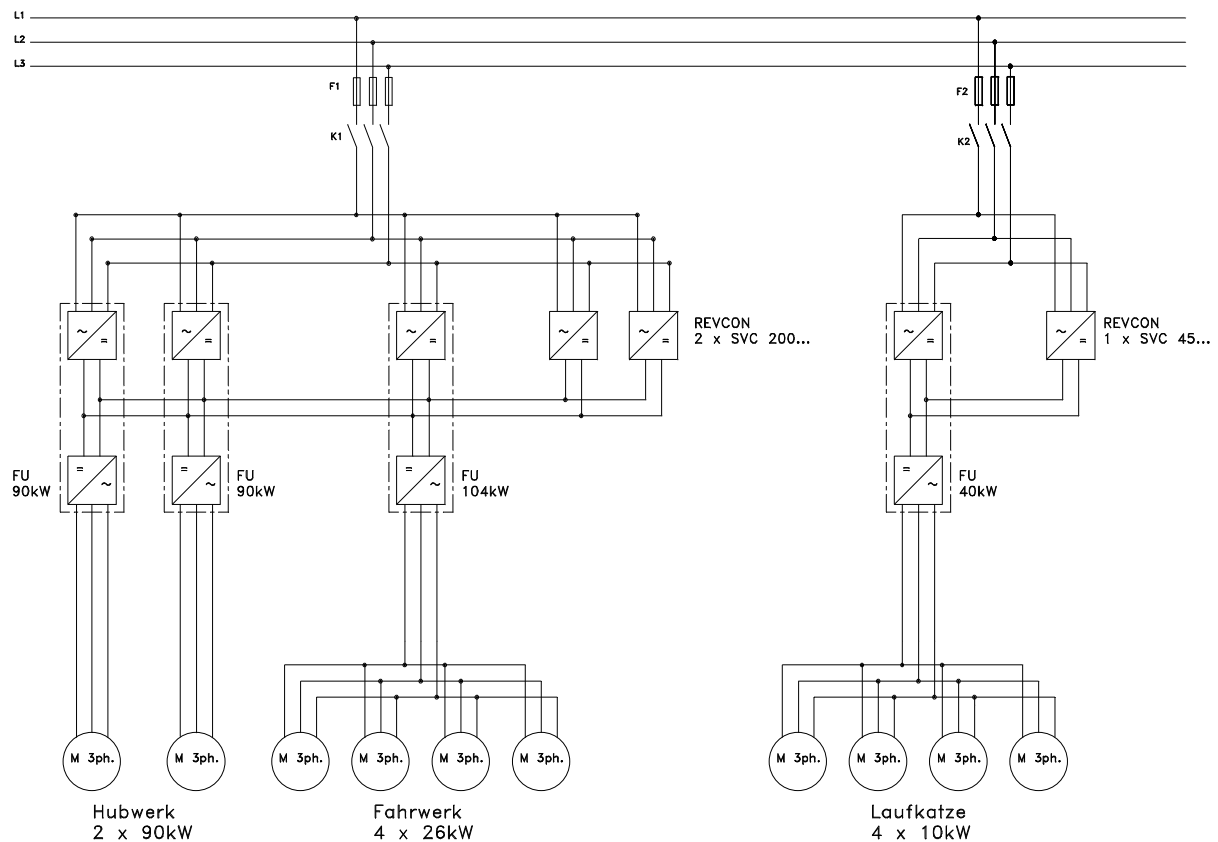

Abbildung 4.5.1
7. An dieser Stelle ist der Anschluss eines oder mehrerer Antriebsregler möglich (auch unterschiedliche Leistungen), wie es auch im Anwendungsbeispiel in Abbildung 4.5.1 dargestellt ist. Auch beim Anschluss mehrerer Antriebsregler müssen die DC-Verbindungsleitungen so **kurz und induktionsarm wie möglich** sein!
Abbildung 4.5.1 zeigt am Beispiel einer Krananlage einige mögliche Kombinationen von Antriebsreglern, Antrieben und Rückspeiseeinheiten. Der Betrieb mehrerer Antriebsregler an einem gemeinsamen Gleichspannungszwischenkreis ermöglicht es, die Anzahl der Rückspeiseeinheiten zu reduzieren. Dabei ist es auch realisierbar, mehrere Antriebe an einem Antriebsregler zu betreiben, da sie sich von der Gleichspannungsseite her gesehen (und damit für das REVCON®-Gerät) wie ein größerer Antrieb verhalten. Wichtig bei der Dimensionierung einer solchen Anordnung ist die Auslegung für den ungünstigsten Fall: Die maximale Rückspeiseleistung der REVCON®-Geräte muss größer oder zumindest gleich der Summe der Bremsleistungen aller angeschlossenen Antriebe sein.